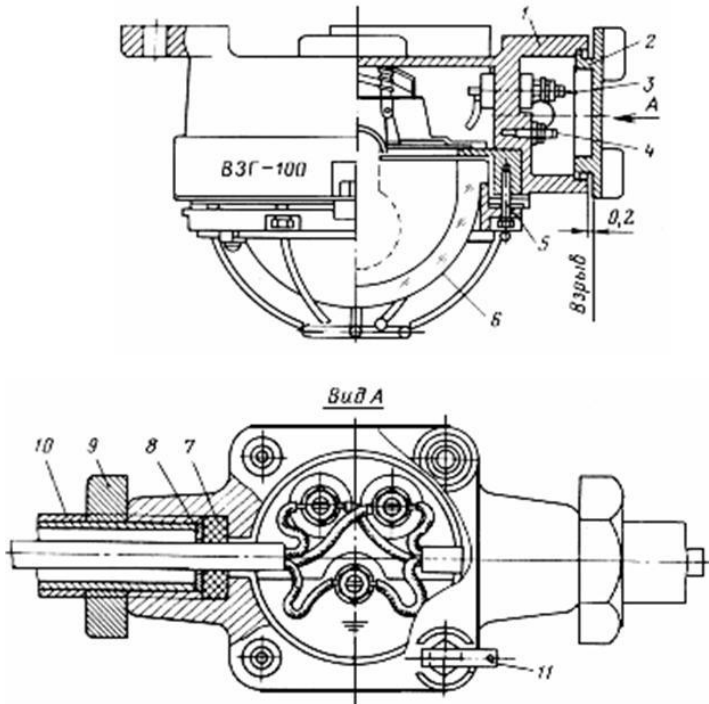

Рис. 22. Взрывозащищенный светильник ВЗГ-100.
5. Назовите элемент 2, изображённый на рис. 22.